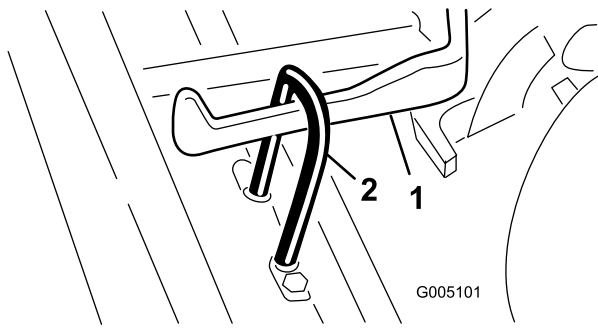

Figure 7
2. Poussez l'unité de coupe sous le cadre de traction en accrochant le crochet de levage au bras de levage (Figure 7).